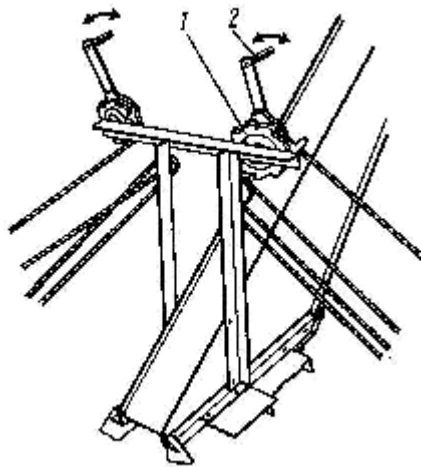

Рис. 16 Подъем питателя загрузчика
7.3.2. Положение питателей загрузочного транспортёра (рис. 16) регулируется с помощью лебедок 1 рукоятками 2. В рабочем положении питатели должны быть опущены так, чтобы прорезиненная кромка, щитка касалась поверхности тока по всей длине.